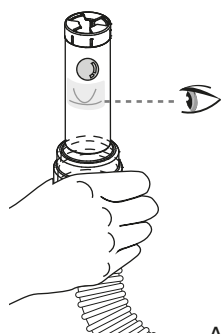

Abb.6
- Halten Sie den Luftstromanzeiger senkrecht auf Augenhöhe, um eine genaue Ablesung zu erhalten. Warten Sie 3-5 Minuten, bis der Schwimmball stabil ist. Überprüfen Sie, ob der Schwimmball auf oder über der Markierung auf dem Luftstromanzeiger liegt (siehe Abb. 6).